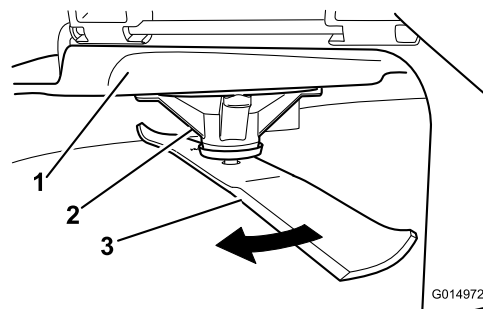

Figura 48
2. Llevando guantes fuertemente acolchados u otro tipo de protección apropiada para las manos, gire la cuchilla lentamente hasta una posición que permita medir la distancia entre el filo de corte y la superficie nivelada en la que descansa la máquina (Figura 48).